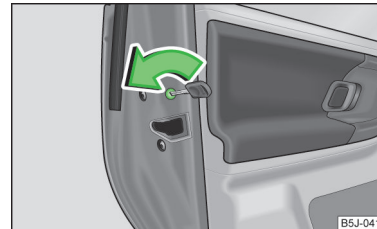

Abb. 10 Kindersicherung an den hinteren Türen
- › Mit dem Fahrzeugschlüssel den Schlitz an der hinteren Tür in Pfeilrichtung drehen » Abb. 10.